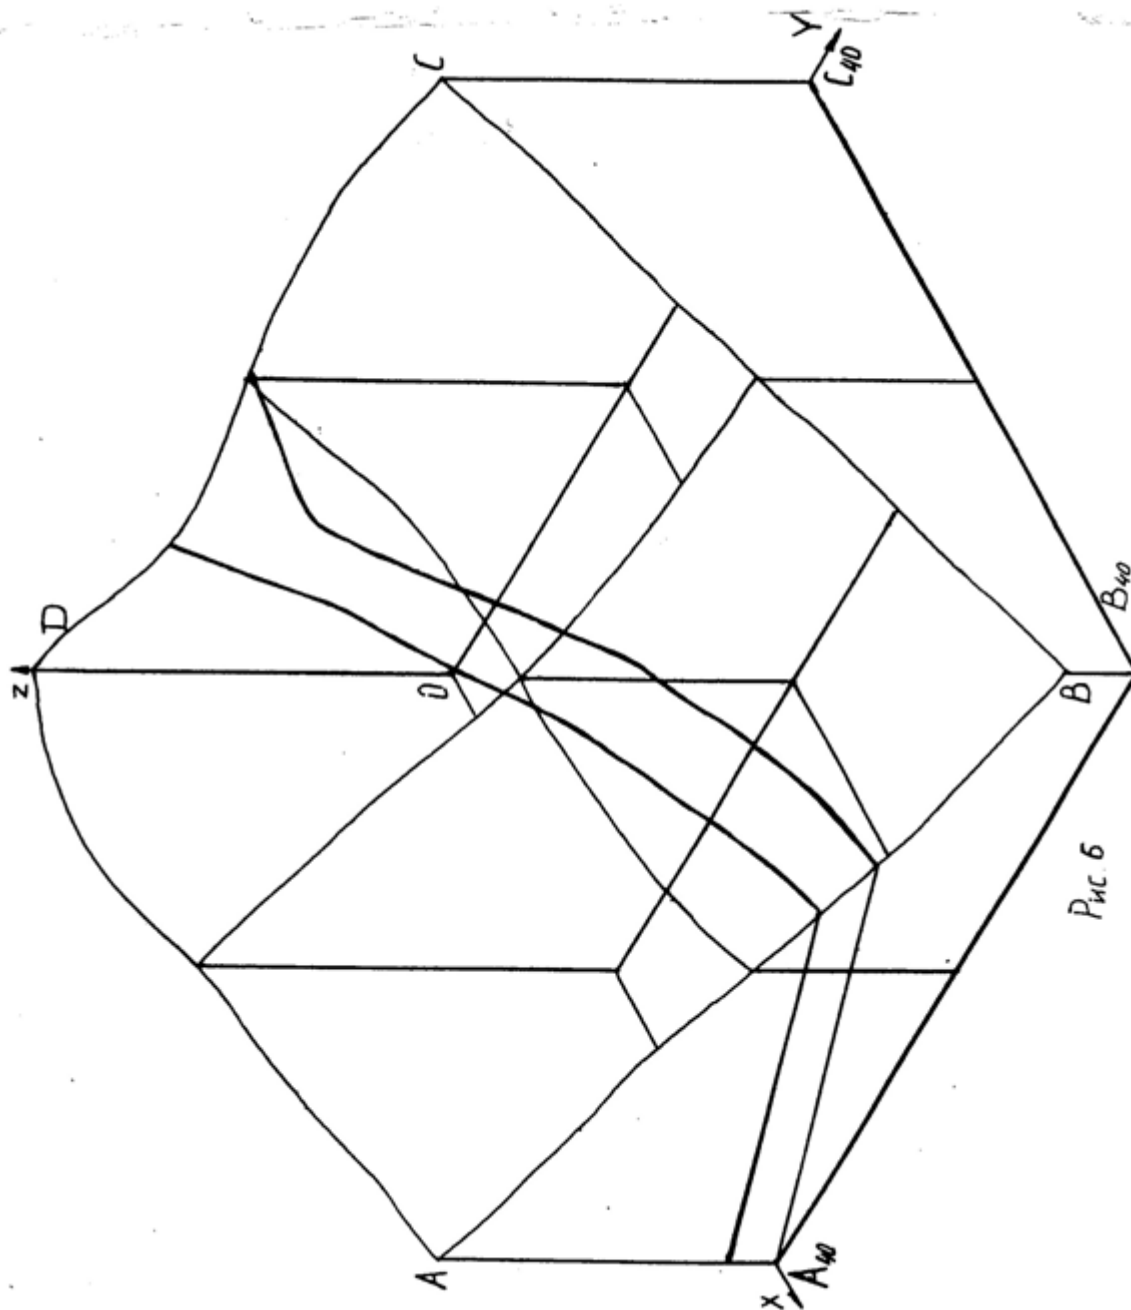

Рис. 6
- построение осуществляется по координатам тех точек, которые имеют точные высотные отметки, с учетом коэффициентов искажения по координатным осям. Пример построения показан на рис. 6.